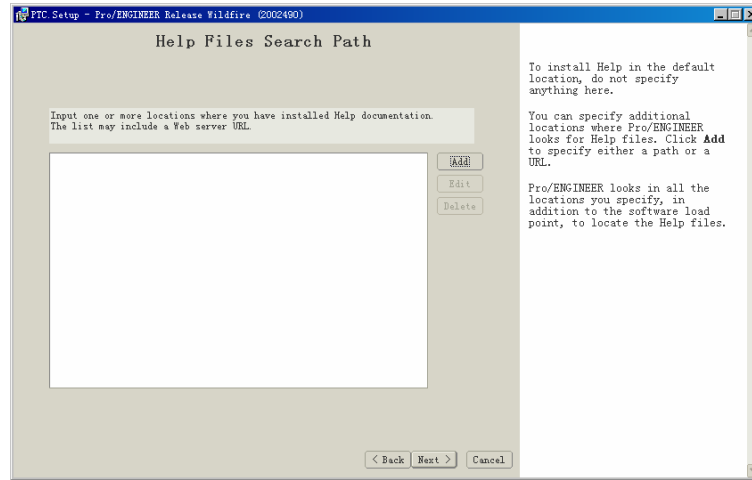

图 1.12 链接帮助文件
(12) 在如图 1.12 所示的界面中设置帮助文件的位置。